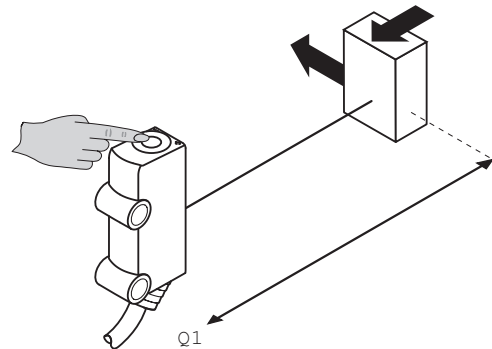

Figura 26: Ajuste da distância de comutação
- 1 Colocar o objeto na distância desejada no caminho ótico do dispositivo (observar o alcance mín. e máx., ver figura 26, página 73).